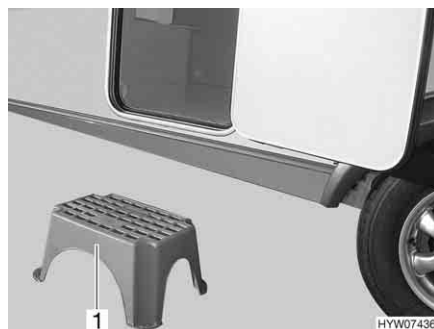

Fig. 19 Scalino di ingresso (non fissato all'interno)
- Collocare lo scalino di ingresso (Fig. 19,1) davanti all'entrata del caravan.